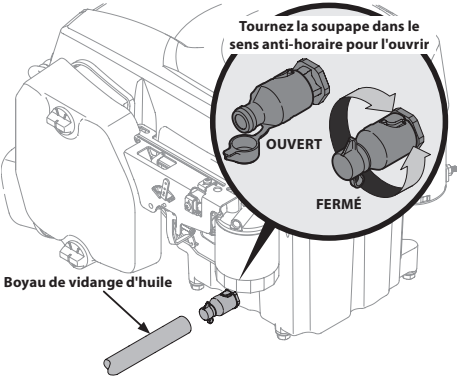
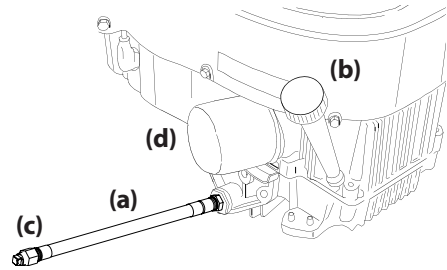

Figure 4-1
Figure 4-2
- 4. Le moteur est équipé d'une soupape de vidange d'huile (voir Figure 4-1 et procédez à l'étape 5) ou d'un bouchon de vidange d'huile fileté (voir Figure 4-2 et procédez à l'étape 6). Suivez les instructions qui s'appliquent à votre modèle.
- 5. Soupape de vidange d'huile (voir Figure 4-1) :
- 6. Bouchon de vidange d'huile fileté (voir Figure 4-2) :
- a. Tenez l'extrémité libre du boyau de vidange d'huile (a) au-dessus du récipient collecteur, puis dévissez le bouchon à tête carrée (c) du boyau de vidange d'huile (a). Voir Figure 4-2. Vidangez l'huile du moteur dans le récipient.